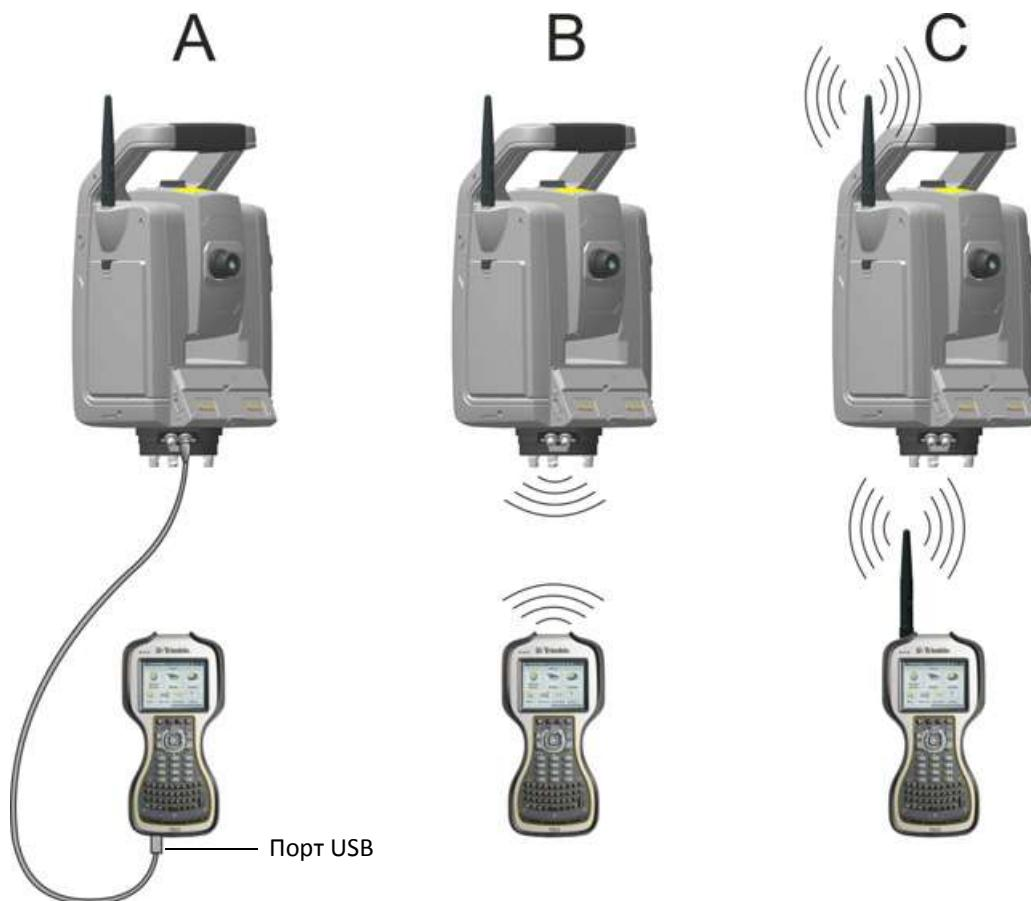

Рисунок 4.16. Подключение TSC3 к инструменту
- с помощью полевого ПО TSC3 , когда контроллер TSC3 подключен к инструмент кабелем, см. рис. 4.16.